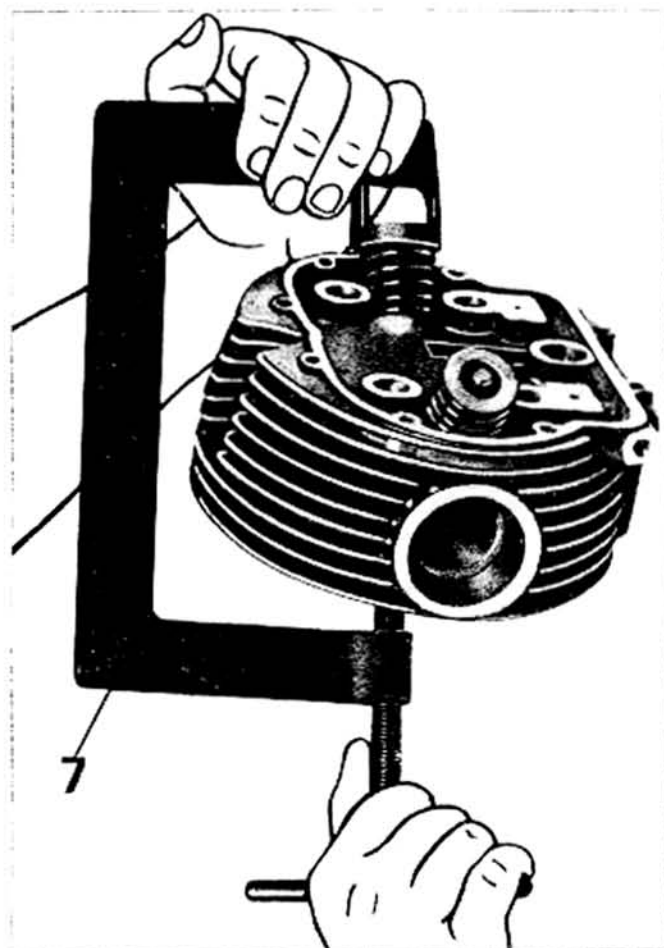

Fig. 15
- le teste complete di valvole e le guarnizioni. Dalle teste a mezzo attrezzo n. 10907200 (7 di fig. 15) i semiconi, i piattelli superiori, le molle ed i piattelli inferiori indi sfilare dall'interno le valvole;
Con apposito attrezzo n. 10907200 (7 di fig. 15) applicato sul fungo di una valvola e sul piattello superiore, avvitare la vite dell'attrezzo di quel tanto da comprimere le molle (quando l'attrezzo è in tiro sarà bene dare in testa a tale attrezzo un colpo di mazzuola, questo serve a scollare il piattello dai semiconi) e poter levare i due semiconi. Levati i semiconi svitare l'attrezzo e sfilare: